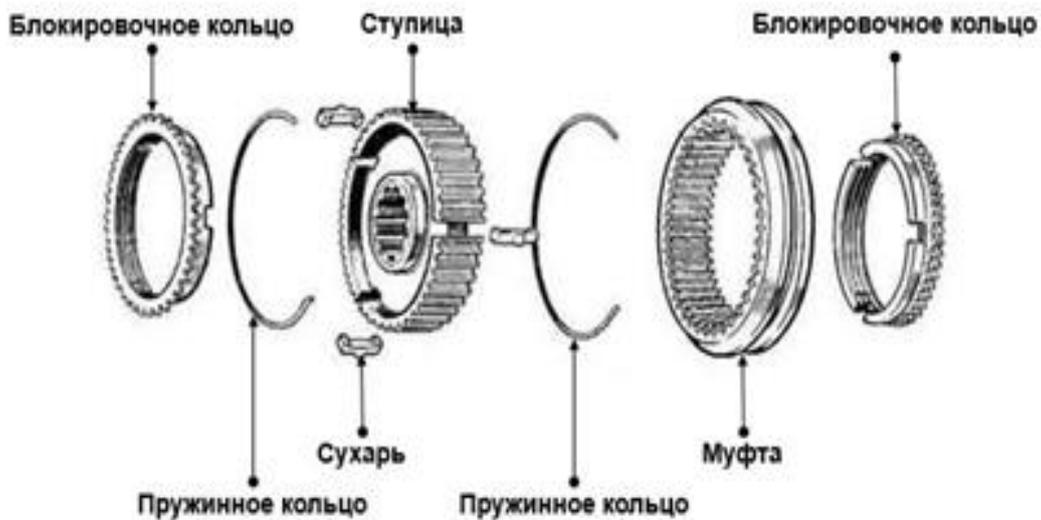

Рисунок 8 – Устройство синхронизатора
**Синхронизатор** (рис. 8) состоит из следующих элементов: ступица с сухарями; муфта включения; блокировочные кольца; шестерня с фрикционным конусом.